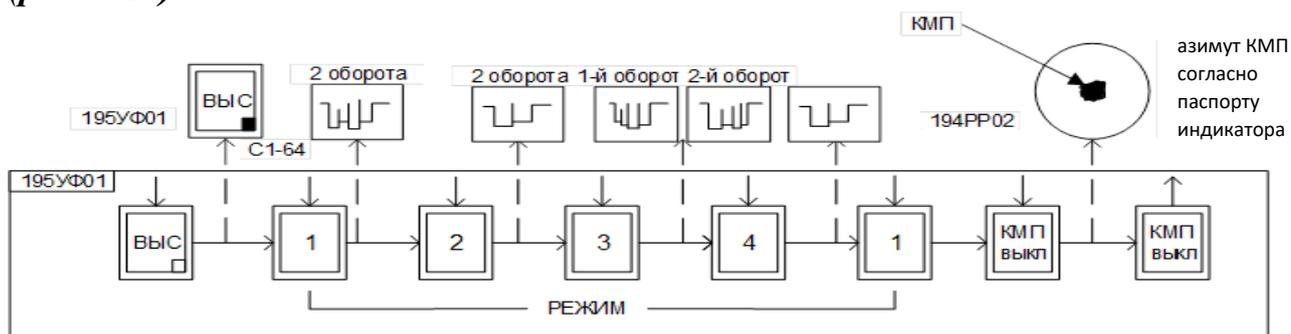

Рис. 7.14. Проверка передающего устройства и ориентирования РЛС по КМП
8. Проверка передающего устройства и ориентирования РЛС по КМП (рис. 7.14).